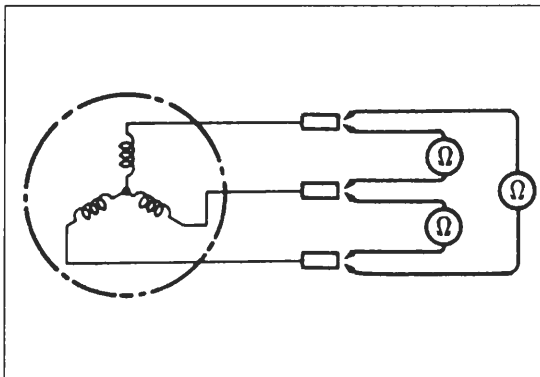

Bild 106
- Widerstand der Statorspulenanschlüsse Bild 106 untereinander messen (drei Messungen). Sollwert 0,2 Ω .